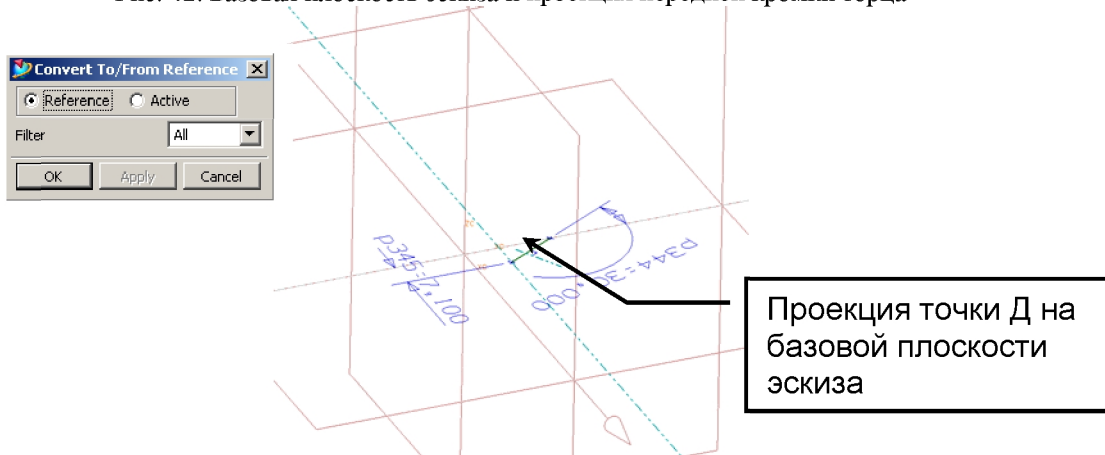

Рис. 43. Проекция оси паза хвостовика на базовую плоскость
- Постройте отрезок, проходящий под углом 30 градусов (проекция оси паза хвостовика на базовую плоскость), и проведите линию, перпендикулярную этому отрезку и задайте ее как **Reference** - Рис. 43;